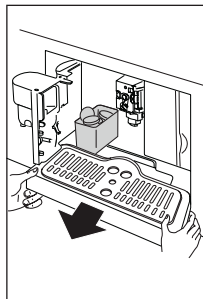

Fig. 24
- Retirer l'égouttoir et le tiroir à marc (Fig. 24).